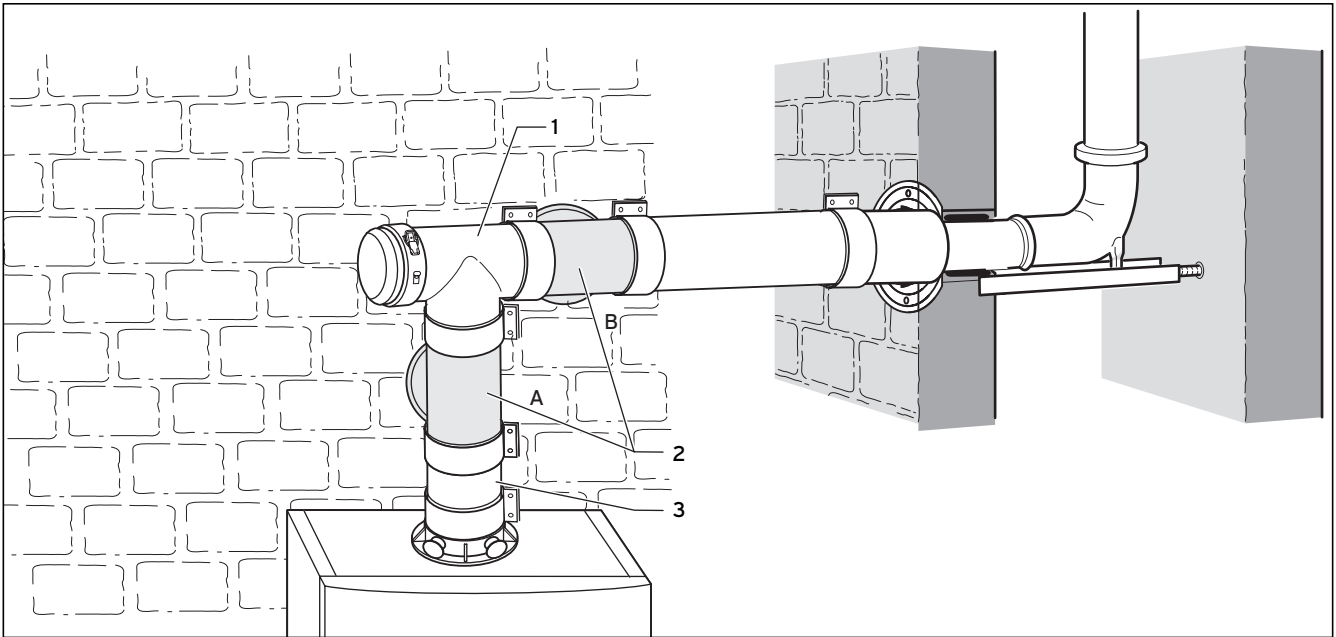

Рис. 6.32 Возможности подсоединения отдельной линии притока воздуха
- Соедините ревизионный тройник 87° (3) с переходником прибора (2).
- Соедините тройник для подсоединения воздуха (4) с ревизионным тройником 87° (3).
Тройник для подсоединения воздуха (4) также можно вставить между переходником прибора (2) и ревизионным тройником (3) (см. рис. 6.32)
- Вставьте разделитель (5) с муфтой до упора в удлинитель (6).
- Соедините удлинитель (6) с выпускным газопроводом (7).
- Соедините разделитель (5) с тройником для подсоединения воздуха (4). Это место позднее служит местом разъединения.
- Монтируйте хомут воздухопровода (8) разделителя.
- Проложите удлинители и трубы до тройника для подсоединения воздуха (4). Начните с воздухозаборника (1).